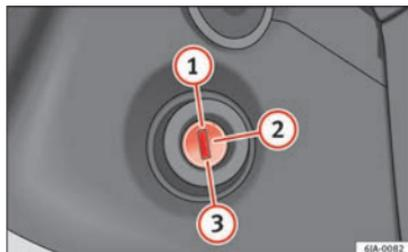

Fig. 172 Posiciones de la llave de contacto.
- Durante la marcha con el motor parado, la llave de encendido tiene que estar siempre en la posición  **fig. 172** **»** pág. 160 (encendido conectado). Esta posición se señaliza encendiéndose los testigos de control. De no respetar esta regla, podría producirse inesperadamente el bloqueo de la dirección – ¡Peligro de accidente!
• El motor de arranque se puede accionar (posición de la llave en el encendido ③) » fig. 172 » pág. 160) sólo si el motor está parado. Al accionar el motor de arranque con el motor en movimiento, este puede sufrir daños.
- Pise el pedal del embrague a fondo y arranque el motor  » **fig. 172** » pág. 160, sin pisar el pedal de gas. Mantenga pulsado el pedal del embrague hasta que el motor no arranque.
Pare el motor girando la llave del encendido hasta la posición  » **fig. 172** » pág. 160.